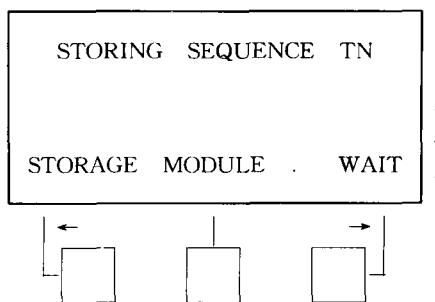

图 10
②它能提示操作者，仪器内部正在运作中请等一等再操作。见图 10。